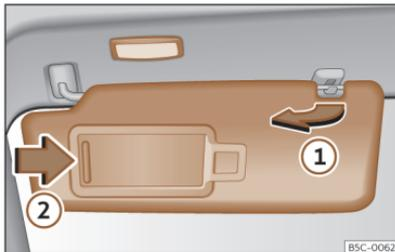

Abb. 107 Sonnenblende.
- Die Sonnenblende kann aus der Befestigung entnommen und zur Tür gedreht werden >>> (Abb. 107) ①.